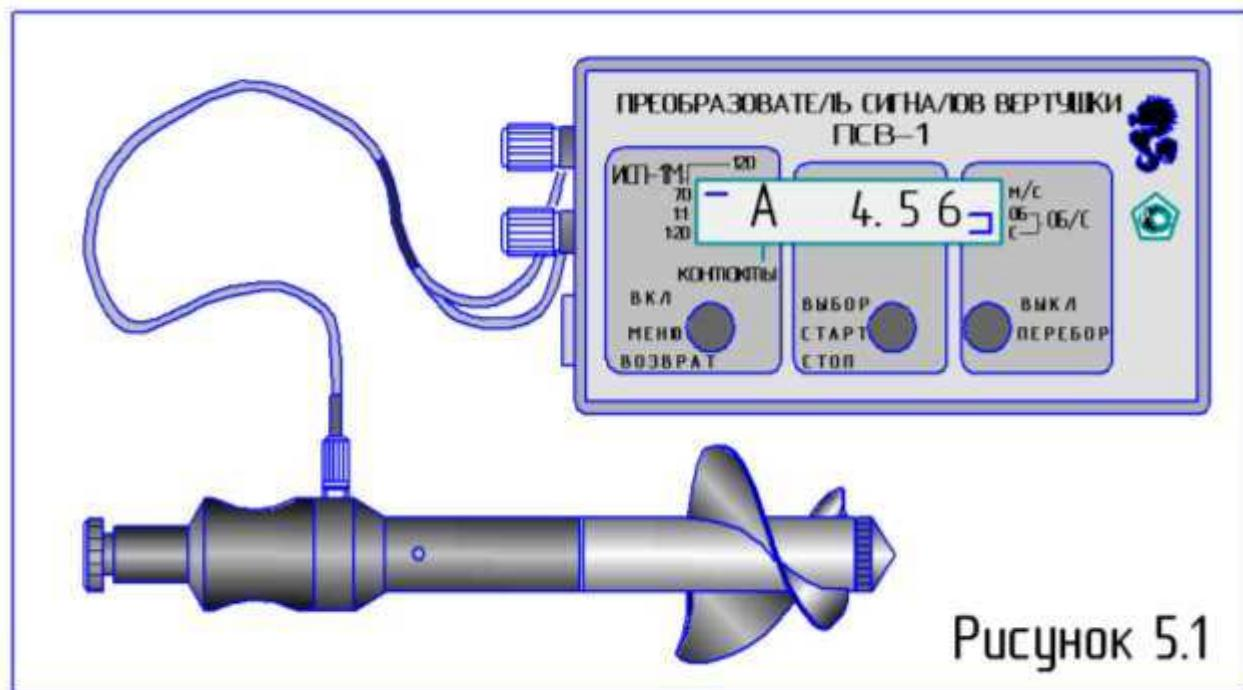

Рисунок 5.1
5.1 Принцип работы измерителя (рисунок 5.1) основан на вращении лопастного винта вертушки 1 под действием набегающего водного потока. Каждый лопастной винт имеет определенную функциональную зависимость между измеряемой скоростью водного потока и собственной скоростью вращения, то есть градуировочную характеристику.